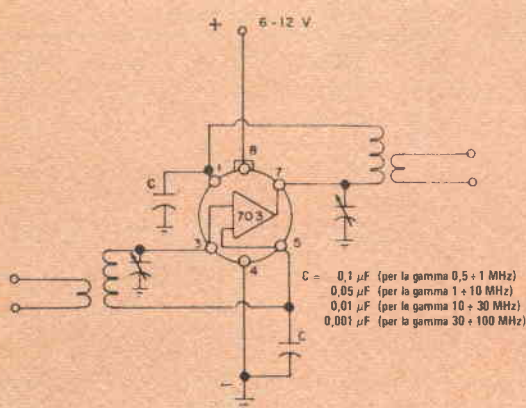

Fig. 5
**5) Amplificatore RF** - L'amplificatore RF della *fig. 5*, progettato per funzionare da 500 kHz a 100 MHz, ha i circuiti d'entrata e d'uscita accordati da sistemi LC. Come si vede nella tabella riportata accanto allo schema, il valore di C deve essere scelto in base alla gamma di frequenze desiderata. I condensatori d'accordo sono piccoli compensatori, che consentono di ottenere il massimo responso alla frequenza desiderata.
de medie può ricevere. In questo caso, il circuito integrato funziona come convertitore reflex agendo sia da mescolatore sia come oscillatore locale controllato a cristallo. Il circuito è semplice da costruire e da mettere in funzione se si montano i componenti e si eseguono i collegamenti con la dovuta cura; questi ultimi è bene siano corti il piú possibile. Per migliorare la sensibilità e la selettività, all'uscita del convertitore si può collegare il circuito amplificatore RF della *fig. 5*.